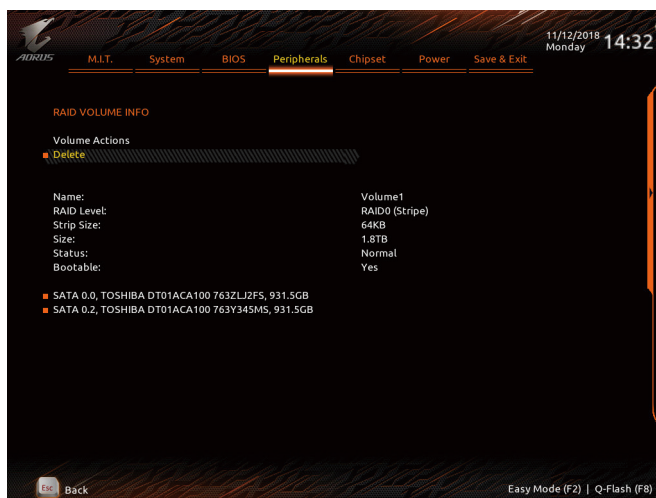

图4
完成后恢复「Intel(R) Rapid Storage Technology」画面，即可在「RAID Volumes」处看到建立好的磁盘阵列。若要检视更详细的数据，可在该磁盘阵列上按<Enter>键，即可看到例如磁盘阵列模式、区块大小、磁盘阵列名称及磁盘阵列容量等信息(图4)。